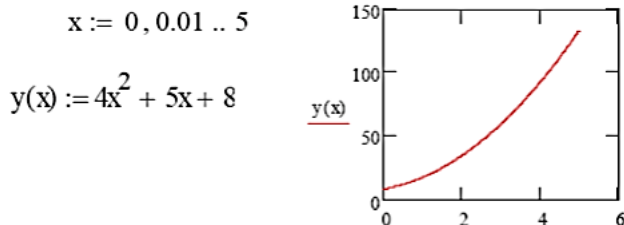

Рис. 4.6. Побудова графіка
1. Обчислити функцію , якщо x змінюється від 0,001 до 5 з кроком 0,2 , розв'язок отримати у вигляді графіка (рис. 4.6).